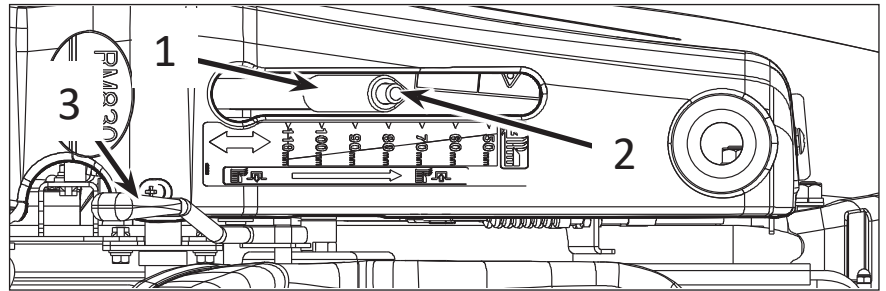

Abb. 5
Die höchste Stellung des Hebels (Abb. 5 Pos. 1) entspricht der Transportstellung. Sie können die Schnitthöhe durch Drücken der Drucktaste (2) und des Hebels (1) frei einstellen. Wenn der Hebel hoch steht, ist die Schnitthöhe hoch, wenn der Hebel niedrig steht, ist die Schnitthöhe niedrig.
Mit dem Hebel (Abb. 5 Pos. 3) wird das Messer eingeschaltet. Wenn der Hebel nach vorne gedrückt wird, spannen Sie den Keilriemen und das Messer fängt an zu laufen. Der Hebel kann nur betätigt werden, wenn der Schnitthöheneinstellhebel (Abb. 5 Pos. 1) in Mähposition ist.